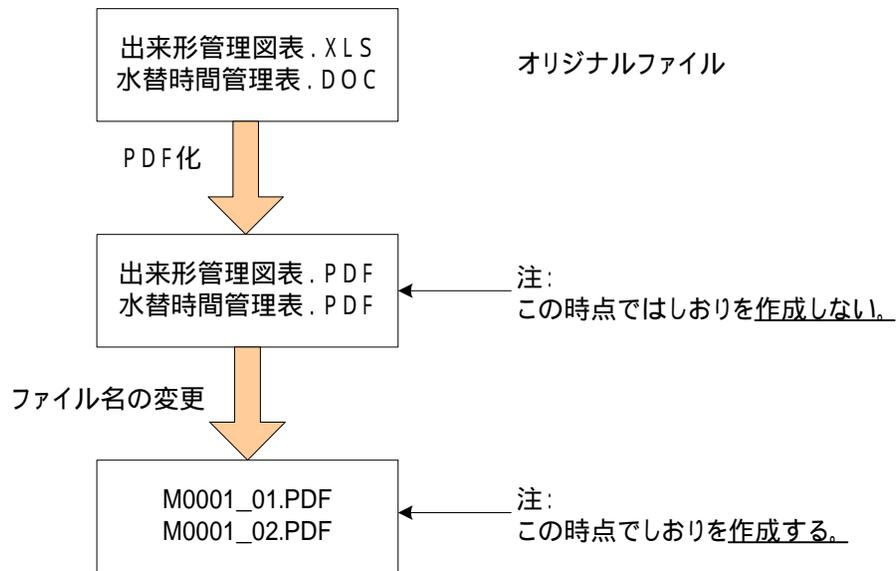

図2 PDF のしおりの作成時期
- 複数の PDF ファイルへのしおりを作成する場合には、電子納品要領に基づくファイル名称変更後に対してしおりを作成する。(図2 参照)